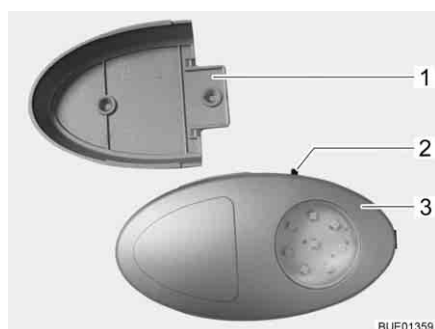

Fig. 64 Lámpara del armario ropero
- ▷ La lámpara del armario ropero puede ser extraída del soporte atornillado (Fig. 64,1) y ser usada como linterna.
El interruptor (Fig. 64,2) está instalado directamente en la lámpara del armario ropero (Fig. 64,3).